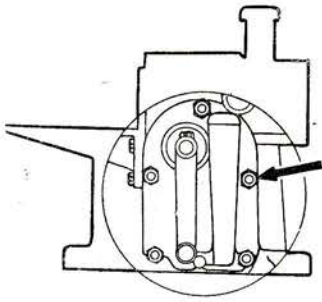

Рис. 13
17. Снять переднюю крышку картера с заводным механизмом, для чего ключом 14 мм отвернуть 5 гаек (рис. 13). Сохранить бумажную прокладку.